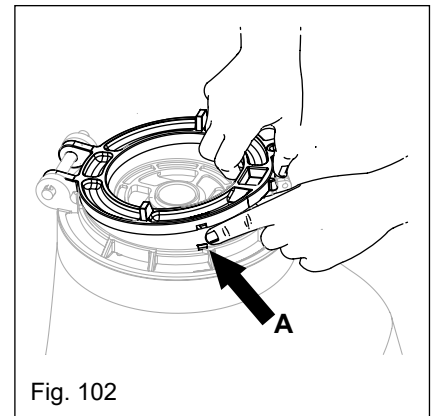

Fig. 102
g) Coloque o calço do disco, posicionando os chanfros com a base do disco "A" (Fig. 102). Feche a base apertando o parafuso borboleta, gire o disco manualmente para certificar que o mesmo está girando livremente, monte o conjunto na unidade semeadora.